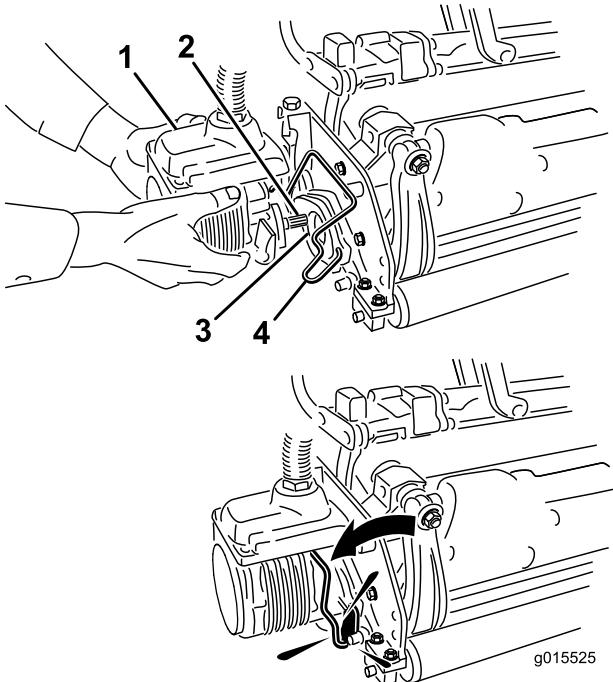

図 15
11. カッティングユニット用モータのスライド・シャフトにきれいなグリスを塗りつける（図 15）。
12. モータを、カッティングユニットの左側（運転席から見て）に取り付け、カッティングユニットについているモータ固定バーを、モータの上から被せるようにセットし、モータの左右から「カチッ」というロック音が聞こえるまで押し下げる（図 15）。